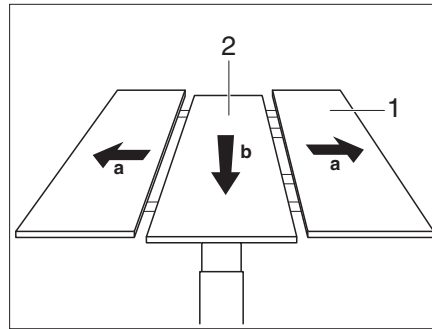

Fig. 100 Relever la partie médiane
- Ecarter l'une de l'autre les parties extérieures (Fig. 100,1) de la table.
- Presser la partie médiane (Fig. 100,2) de la table fortement vers le bas. La partie médiane est poussée vers le haut par la force du ressort.
- Presser la partie médiane (Fig. 100,2) de la table fortement vers le bas. La partie médiane se verrouille dans la position inférieure.